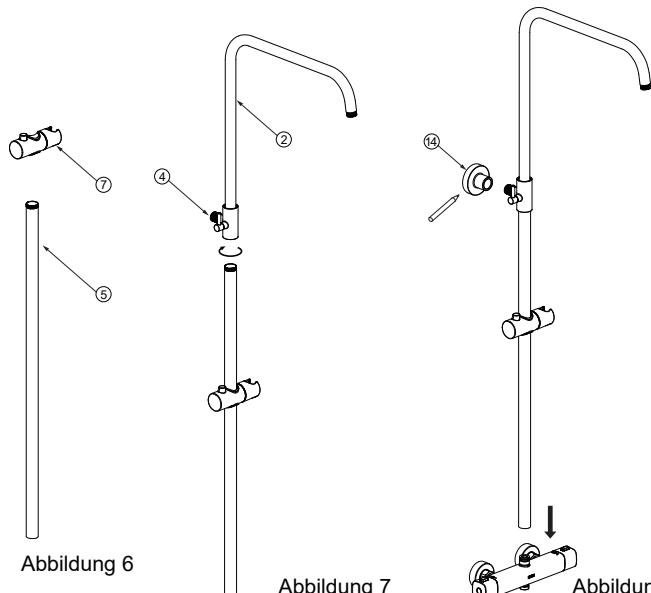

Abbildung 7
- b) Entriegeln Sie die Verriegelung am Rohrverinder ④ und verbinden Sie das Armrohr ② mit der Steigschiene und ziehen Sie es fest (Abbildung 7).